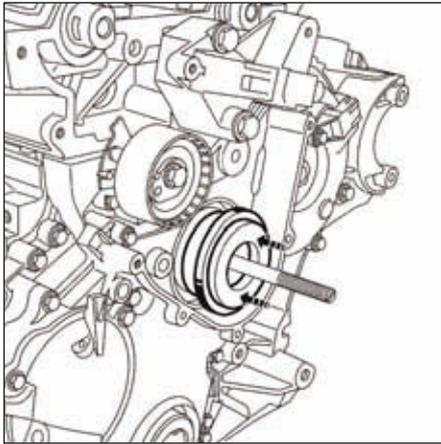

FIG.85
- Mettre sur l'arbre intermédiaire un protecteur adapté équipé d'un joint neuf (Fig.85).